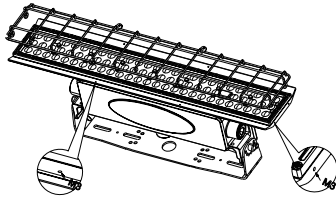

Figure 18
1. There are already 8 M3 screw holes on the cover of the fixture (Figure 18).
1. Il y a déjà 8 trous de vis M3 sur le couvercle du projecteur (Figure 18).